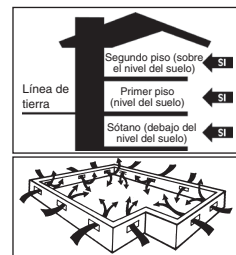

Figura 1
- Los entrepisos bajos deben tener un mínimo de (18") 46 cm del suelo a la parte inferior de las vigas. Es necesario cubrir el suelo con una película de polietileno negro de 6-20 mil que actuará como barrera de vapor, con las juntas espaciadas a 6" (15 cm) y pegadas con cinta adhesiva. El entrepiso bajo deberá tener una ventilación de perímetro igual a un mínimo de 1.5% del área en pies (metros) cuadrados del entrepiso bajo. Estas aberturas de ventilación deberán estar debidamente ubicadas para promover la ventilación cruzada (Figura 1).